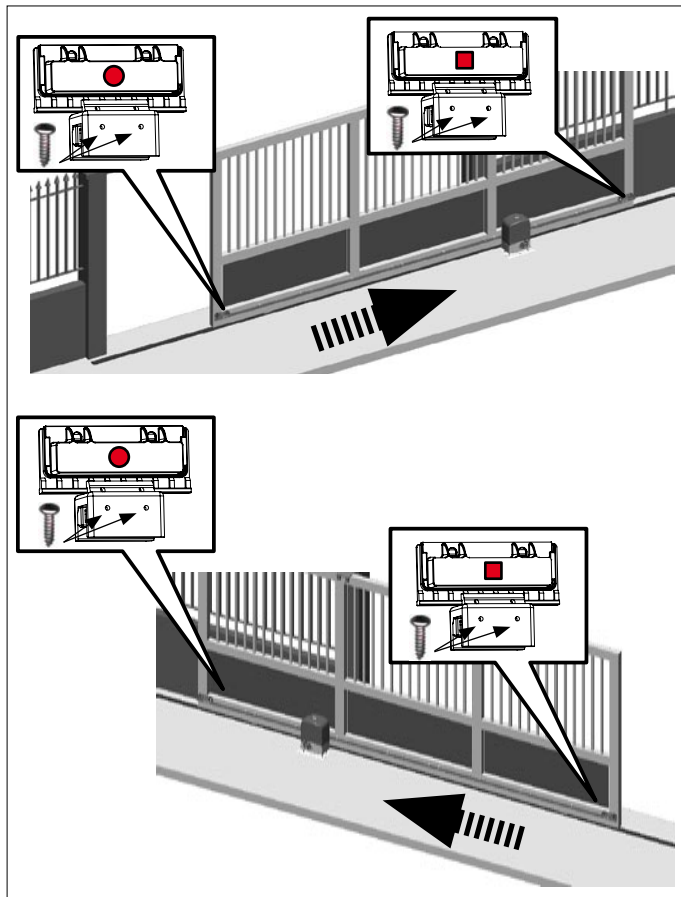

Fig.18
Important: Pour un fonctionnement correct de l'opérateur, l'aimant représentant le cercle ouvert doit être positionné à gauche du moteur, vice versa l'aimant muni du carré doit être positionné à droite du moteur (VOIR FIGURE 18)
- 1) Assembler les deux aimants d'après la figure 18.